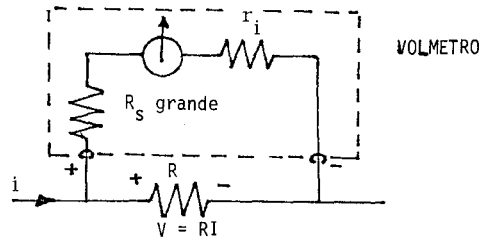

FIGURA 3
1.- VOLMETRO.- Si deseamos medir la diferencia de potencial en los extremos de un resistor, por ejemplo, deseamos que el aparato desvíe hacia muy poca corriente, - pues si no $V = RI$, se alteraría notoriamente. Entonces, se coloca en serie con un resistor de valor elevado, limitado a la sensibilidad de corriente del aparato. Esto se esquematiza en la figura 3.